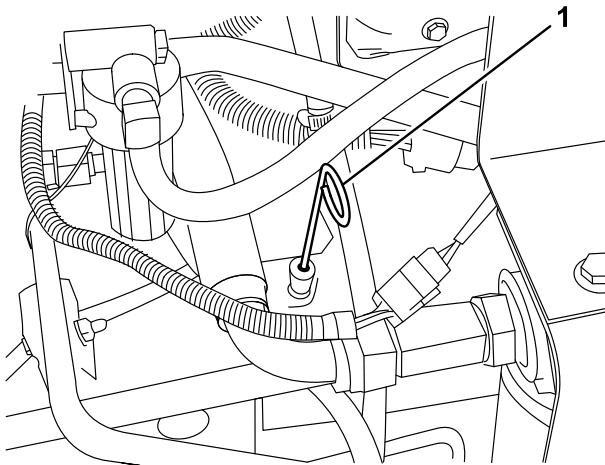

Figure 49
3. Sortez la jauge (Figure 49), essuyez-la sur un chiffon propre, replacez-la dans le goulot de remplissage, puis ressortez-la.